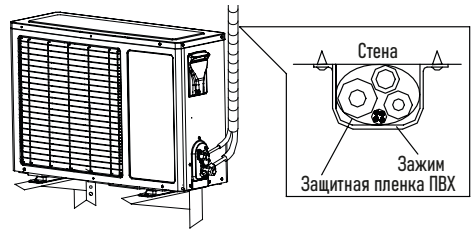

Рисунок 13
- Закрепите трубы на стене с помощью специальных скоб (рис. 13).